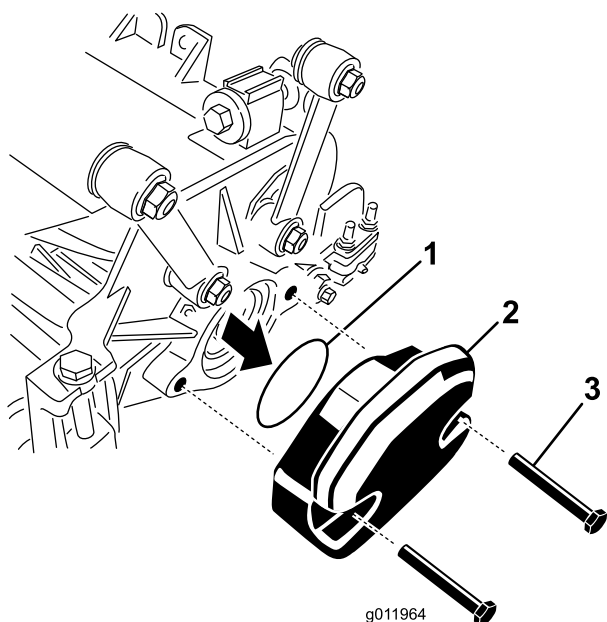

Figura 6
1. Sull'apparato di taglio #3, togliete le 2 viti a testa cilindrica che fissano il contrappeso al lato sinistro dell'apparato di taglio. Togliete il contrappeso (Figura 6).